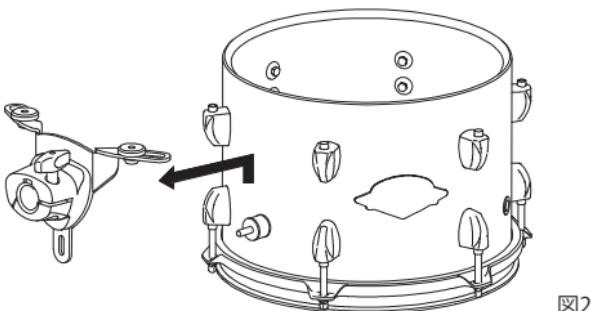

図2
- Opti-Loc 本体を上にずらして取り外します(図2)。